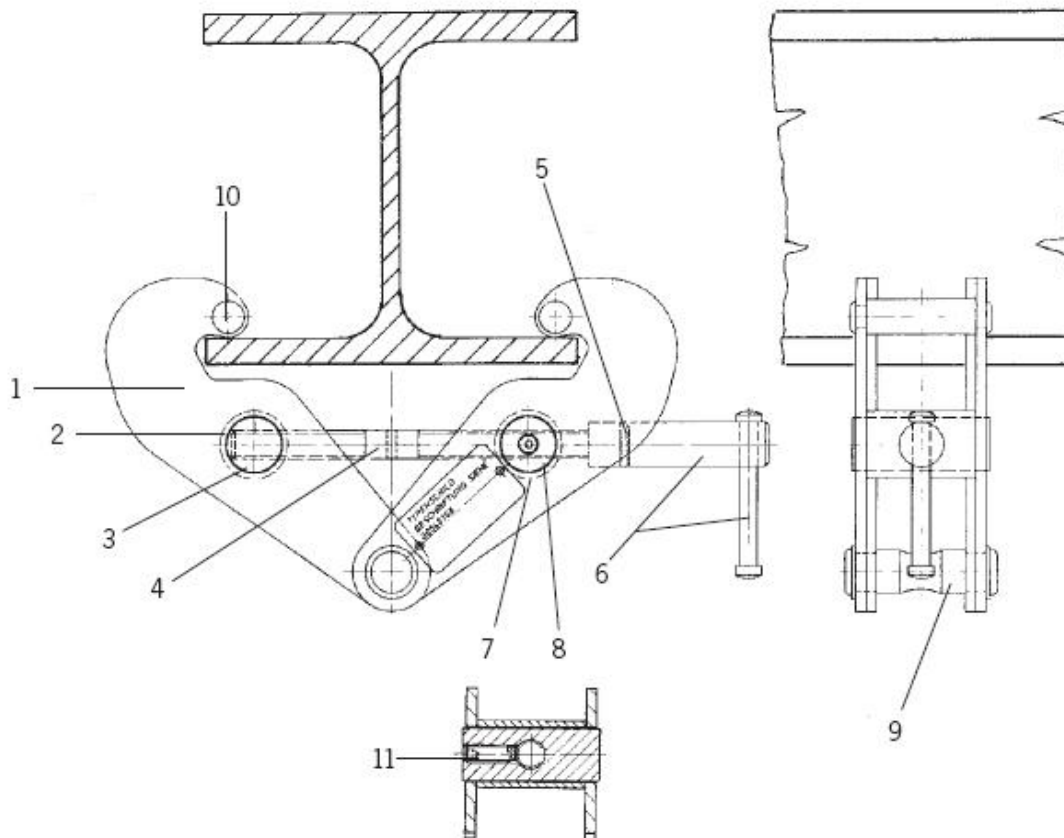

Fig. 5
- Para asegurarse de que la pinza permanece fuertemente sujeta y asegurada ante un aflojamiento accidental, se debe apretar el juego de tornillos montados en el eje longitudinal de la tuerca de apriete (Fig. 5). Una pequeña protección de cobre en la punta del tornillo protege de cualquier daño al husillo.